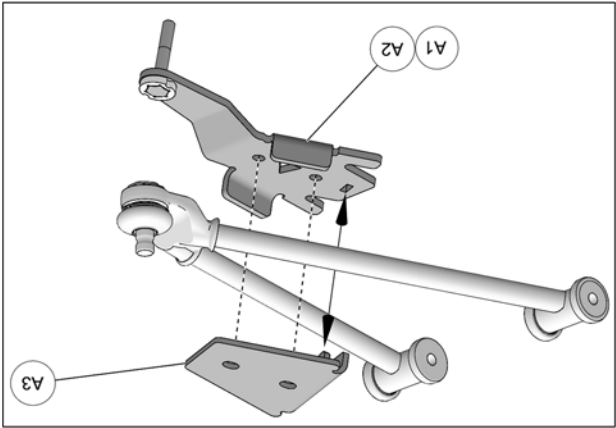

Fig. 16
5. Positionner la partie inférieure de l'ancrage anti-rotation (A1-A2) sous le bras de suspension inférieur. Positionner la partie supérieure (A3) au-dessus du bras de suspension. Aligner les trous et insérer le tenon de la partie supérieure dans l'ouverture de la partie inférieure. Voir la Fig. 16